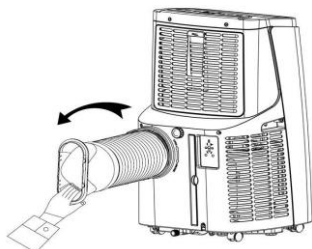

Figure 1
- Placez l'unité sur un terrain plat, sec et loin d'autres objets ou entourant les murs d'au moins 50 cm d'attente. (Figure 1)
(fig.1)
- Montage de la manchette\* et du bec de canard, le bec de canard (14) se visse dans le sens inverse des aiguilles d'une montre sur la manchette d'évacuation (13)
- Monter l'ensemble sur l'orifice d'échappement (7) derrière le climatiseur, l'ensemble se visse dans le sens inverse des aiguilles d'une montre (voir figure 1) \* Sur certains modèles le raccord de la manchette (13) (branchement arrière du climatiseur), peut ne pas être monté sur la gaine de rejet, dans ces cas la visser le raccord sur la gaine dans le sens inverse des aiguilles d'une montre avant de le fixer sur l'arrière du climatiseur